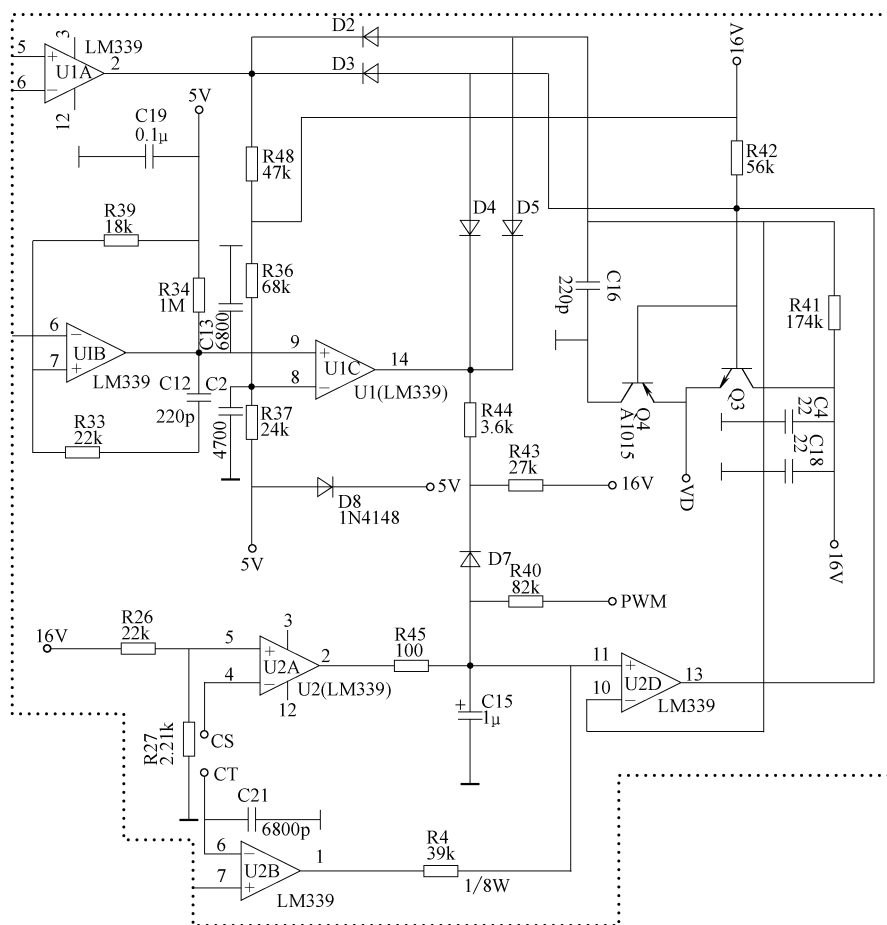

图 4-112 C16、D2 ~ D5 相关电路截图
**维修笔记** C16、D2~D5 相关电路截图如图 4-112 所示。